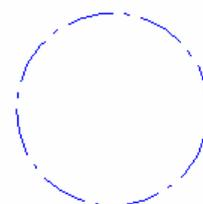

Рис. 6. Вид окружности, построенной с использованием типа линий **Сплошная тонкая с изломами**
7. Выберите нужный тип линии, например Сплошная тонкая с изломами, и щелкните по кнопке (Выбрать). Результат применения данного стиля показан на рис. 6.